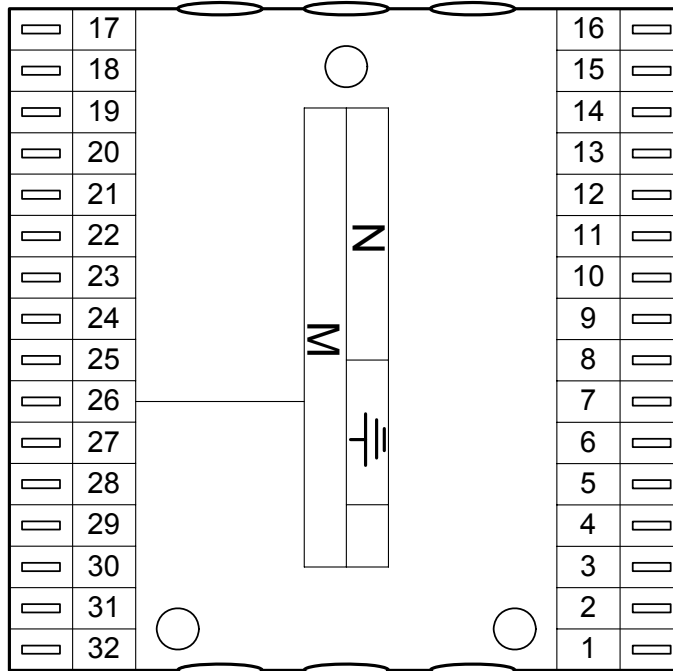

Abb. 5: Klemmensockel
1. Die 3 Befestigungslöcher des Klemmsockels (s. Abb.5) auf der Montagewand anzeichnen.